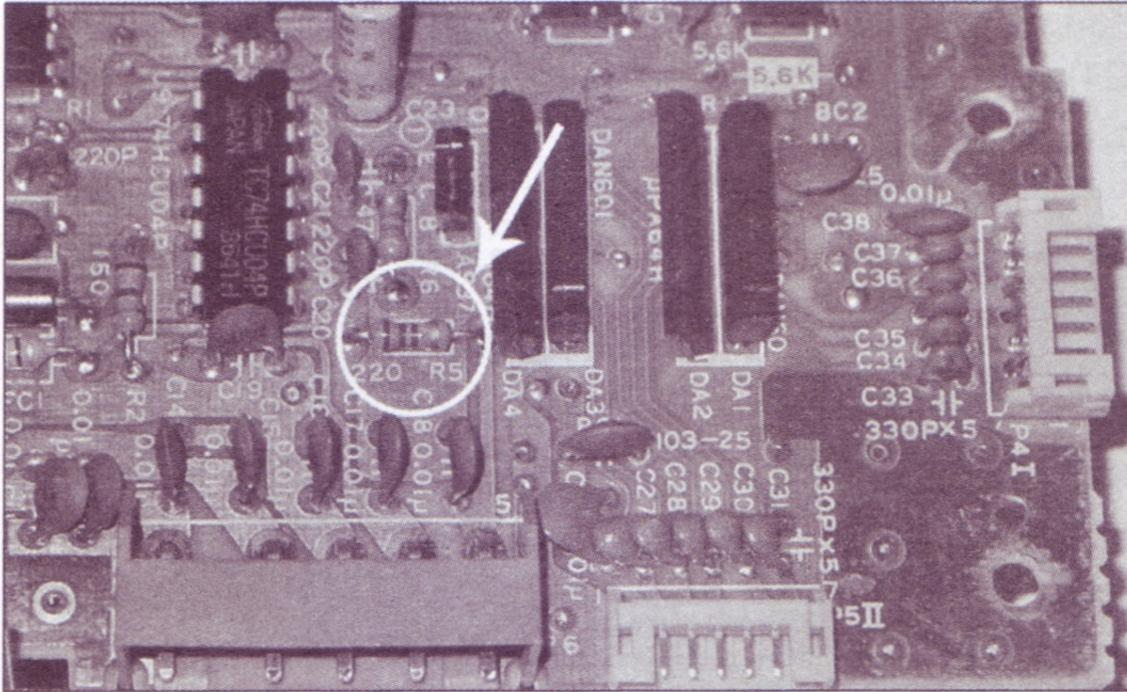

Figura 6.22 Rimozione della resistenza e sostituzione con una nuova.
6. Ora dobbiamo rimuovere la vecchia resistenza dalla scheda dei circuiti e sostituirla con quella nuova. La Figura 6.22 mostra un ingrandimento della scheda con la resistenza da rimuovere. Dissaldate le due connessioni della vecchia resistenza, indicata da "220 R5" sulla serigrafia. Togliete con attenzione la resistenza dalla scheda e gettatela.